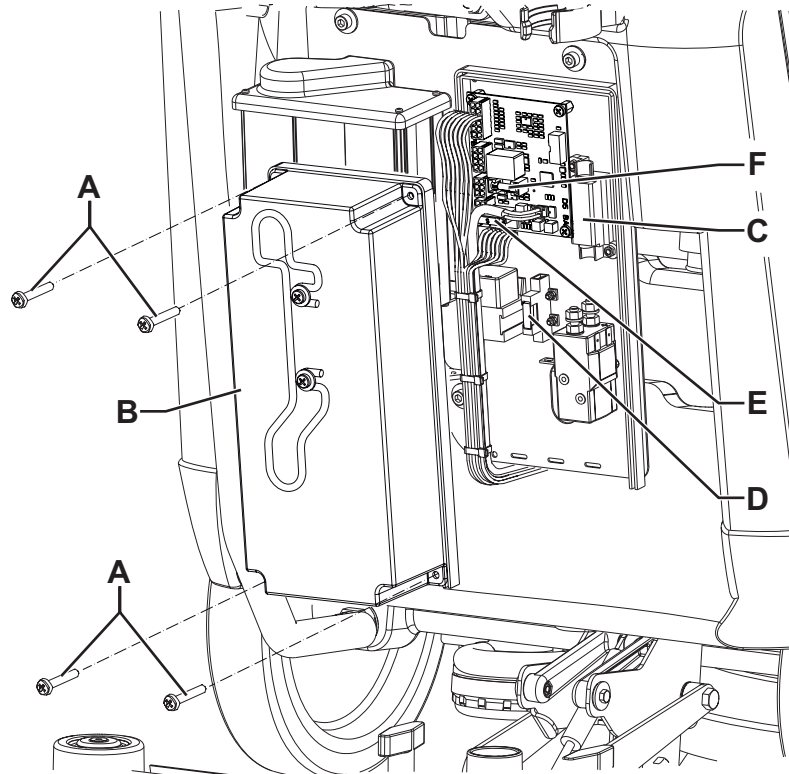

Figure 10
1. Débrancher le connecteur (29) des batteries.
2. Enlever les vis (A, Fig. 10) et sortir le couvercle (B) du boîtier électrique.
- (C) : Fusible à ruban F1 (40 A), moteur brosse
- (D) : Fusible à lamelle F2 (30 A), système d'aspiration.
- (E) : Fusible à lamelle F3 (5 A), électrovanne et carte électronique
- (F) : Fusible en verre F4 (20 A), système de déclenchement brosse